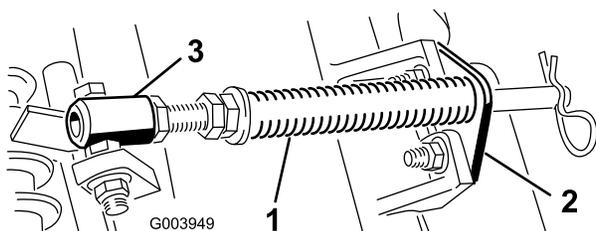
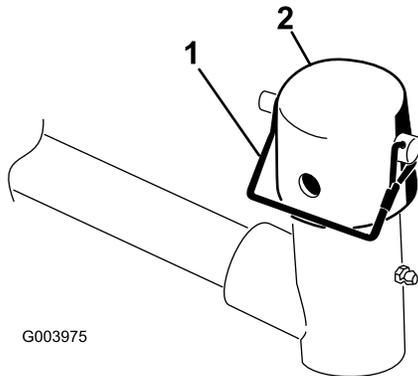

**Figura 6**
**Figura 7**
- C. Monte o parafuso no tubo da mola no separador oposto na estrutura de suporte e prenda com a porca flangeada. A cabeça do parafuso deve ser colocada no lado de fora do separador conforme ilustrado em Figura 6.
- D. Monte o suporte da barra nos separadores da unidade de corte com os parafusos e porcas da carroçaria (Figura 6). Adicionalmente, na unidade de corte n.º 4, monte o guia de tubos do lado esquerdo na frente dos separadores da unidade de corte ao reinstalar o suporte da barra (Figura 7).